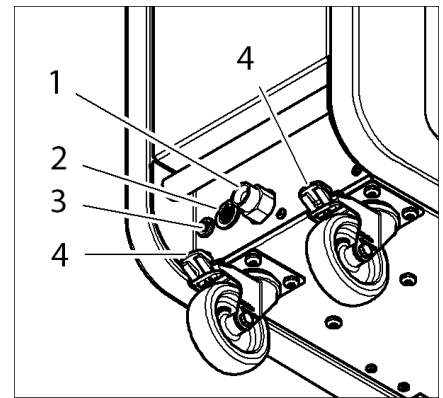

Abb. 3: Trockeneisstrahlgerät – Frontseite
Das Trockeneisstrahlgerät läuft auf vier Rollen. Die beiden großen Laufrollen sind kugelgelagert, die beiden kleinen Laufrollen an der Frontseite sind drehbar und können mit der Feststellbremse (Pos. 4 in Abb. 3) arretiert werden.
- Arretieren Sie die Feststellbremse der vorderen Laufräder (Pos. 4 in Abb. 3)
- Stecken Sie den Strahlschlauch an die Kupplung (Pos. 1 in Abb. 3) an der Frontseite des Trockeneisstrahlgeräts an.
- Verbinden Sie die Steuerleitung mit der mehrpoligen Buchse (Pos. 2 in Abb. 3).